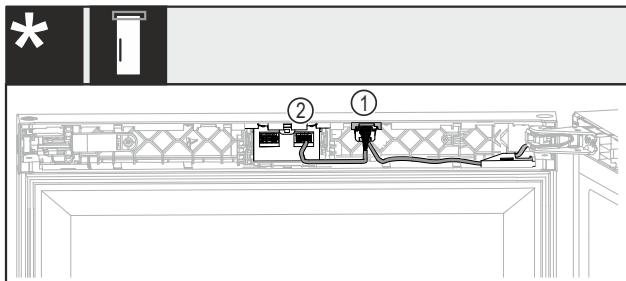

Fig. 46 无锁或带机械锁\*
- ▶ 将插头和两根电缆 Fig. 46 (1)推入到导向装置中。\*
- ▶ 将插头和一根电缆 Fig. 46 (2)卡紧到右侧插座中。\*